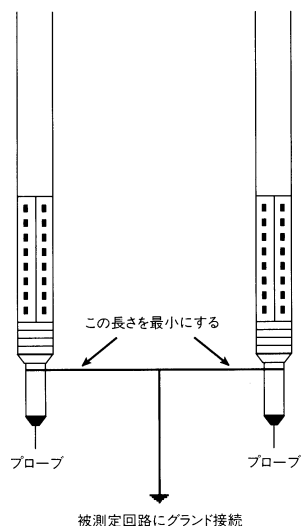

図9 2つのプローブのグラウンドを接続する。これを被測定回路の1ポイントでグラウンド接続する。すべてのグラウンド接続、特に2つのプローブのグラウンド間の接続はできるだけ短くしておく。
2. 2つのプローブのグラウンドをできるだけ短いリード線で接続する。被測定デバイスに1か所だけでグラウンド接続する。図9を参照してください。